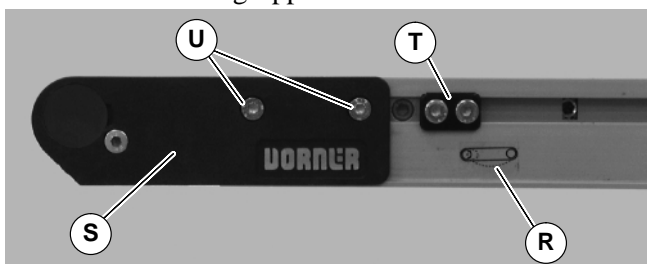

Abbildung 18
3. Am Spannende des Förderbandes, das mit einem  Etikett gekennzeichnet ist (R siehe Abbildung 18), vordere Deckplattengruppe hineindrücken (S): Zu beiden Seiten des Förderbandes die Spurführungsnocken lockern und (T) (falls damit ausgestattet) von den vorderen Platten weg bewegen, dann die Befestigungsschrauben lösen (U), und vordere Plattengruppe nach innen schieben.